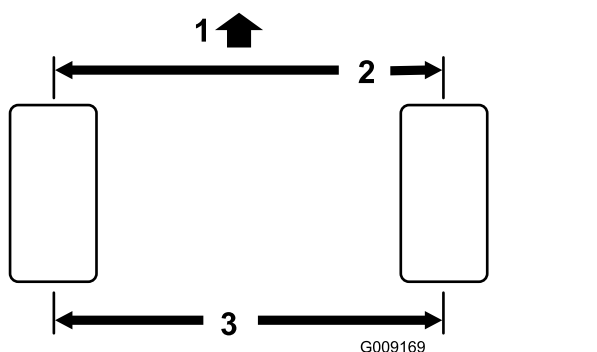

Figura 48
1. Mida la distancia entre centros (a la altura del eje) en la parte delantera y trasera de los neumáticos de dirección. La distancia delantera debe ser de 3 mm menos que la trasera (Figura 48).